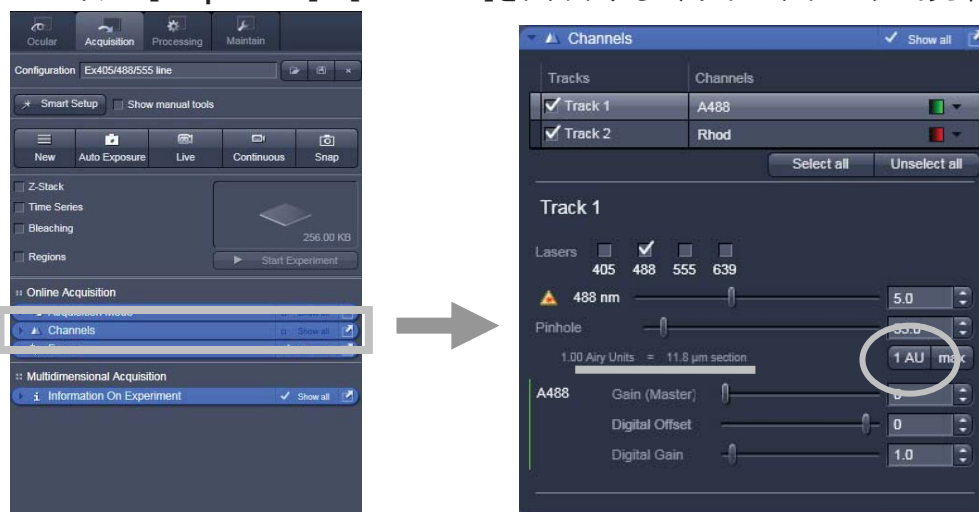

Fig21.Channels ツール
・Ch 名の付いたボタンの直下の擬似カラーの部分をクリック。ここが Fig21 のようにグレースケールの表示に変わると Range Indicator に切り替わります。
- ・ピンホールを 1Airy に設定します (Fig21)。
- ・Detector Gain を高めに設定しておきます。(おおよそ 1000~1100 の間に調整)(Fig.21)